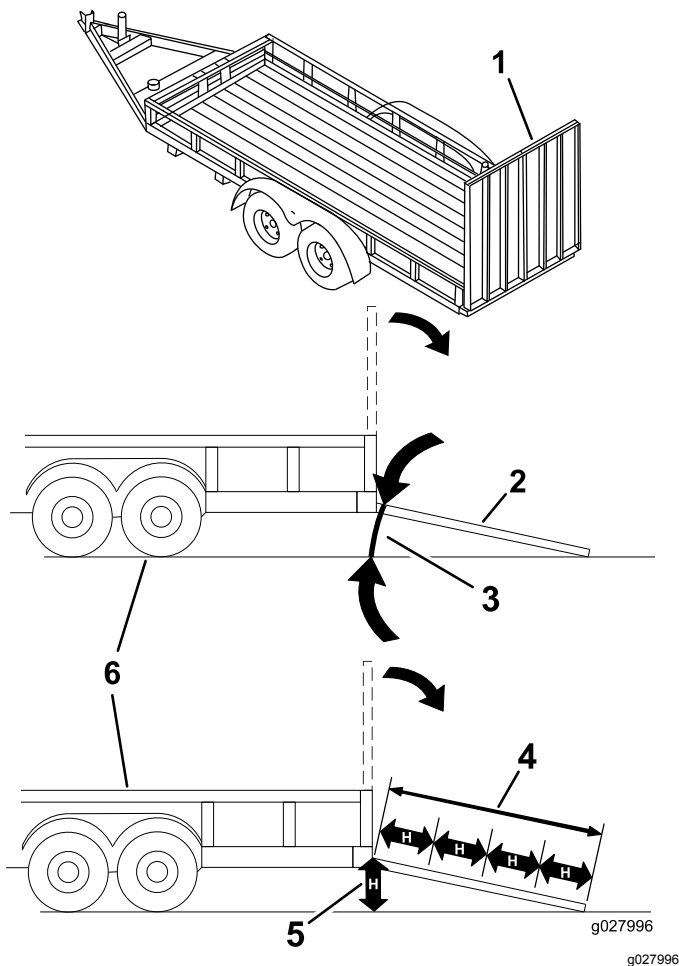

Figura 38
Quando si carica la macchina su un trailer o un autocarro si aumenta il rischio di ribaltamento, che può causare gravi ferite ed anche la morte (Figura 38).
1. Abbassate la rampa, assicurandovi che l'angolazione tra la rampa e il terreno non superi 15 gradi (Figura 38).